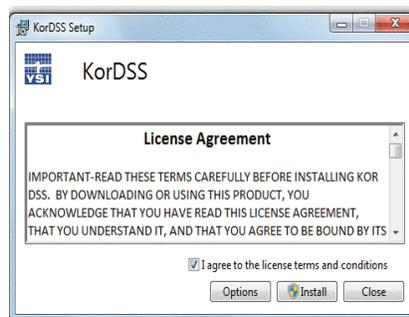

Abbildung 79 KorDSS-Lizenzvereinbarung
4. Setzen Sie im Kästchen der Lizenzvereinbarung ein Häkchen. Klicken Sie auf **Install** (Installieren) (Abbildung 79).